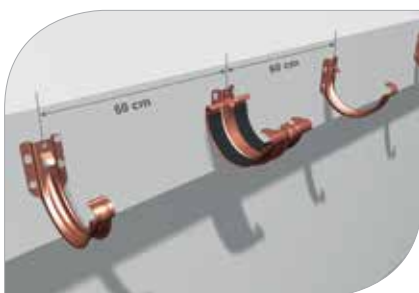

рис. 4
- 1.8 В системе Galeco STAL соединитель на кронштейне жестко крепится к фронтальной доске, обеспечивая стабильность всей системы (**рис. 4**)
- 3.5 Если для соединения желобов используется удлинитель кронштейна, его необходимо установить на расстоянии 60 см от соседних кронштейнов (**рис. 4**)
- 3.11 Второй способ соединения желобов - это монтаж соединителя на кронштейне **(рис. 4, 25, 26, 27)**